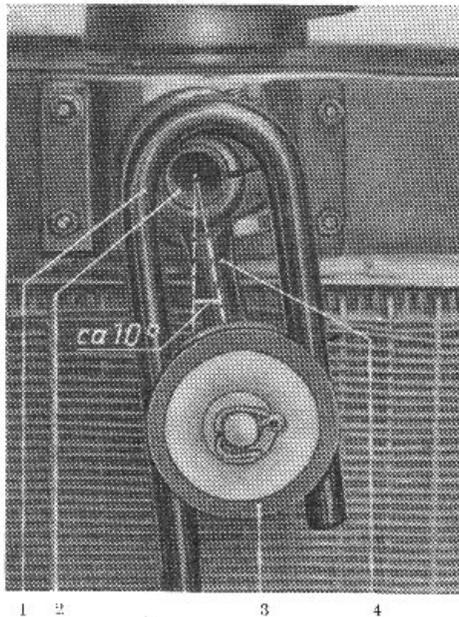

Bild M 26. Getriebeschalthebel auf Leerlaufstellung
- b) Hebel auf Schaltrohr muß in Leerlaufstellung in Fahrtrichtung geschen um etwa  $10^\circ$  nach links stehen (Bild M 26).